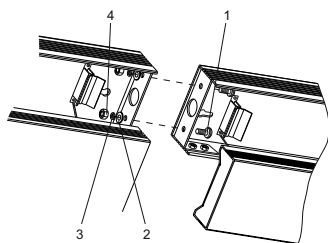

Рисунок 3
- соединить два светильника между собой используя два винта 1, шайбы плоские 2, шайбы пружинные 3 и гайки 4, (рисунок 3). Метизы входят в комплект поставки;